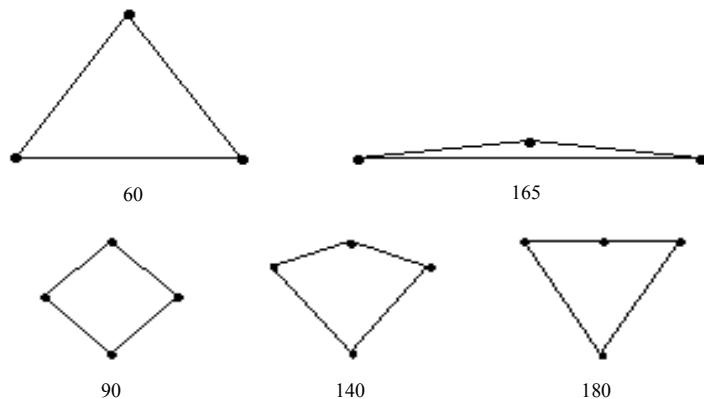
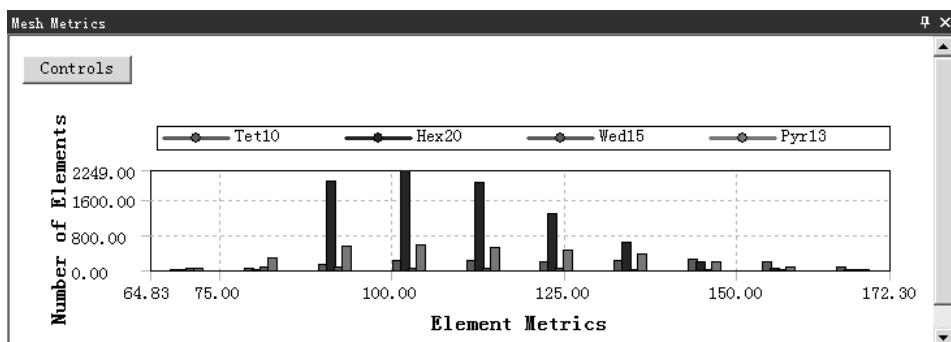

图 5.4.20 Maximum Corner Angle 二维单元变化图形
图 5.4.21 检查结果统计图表 (六)
- ◆ 最大转弯角 (Maximum Corner Angle)。计算最大角度，相对于三角形而言， 60° 最好且为等边三角形；对于四边形而言， 90° 最好且为矩形，如图 5.4.20 所示。选择此选项后，在信息栏中打开图 5.4.21 所示的检查结果统计图表 (六)。